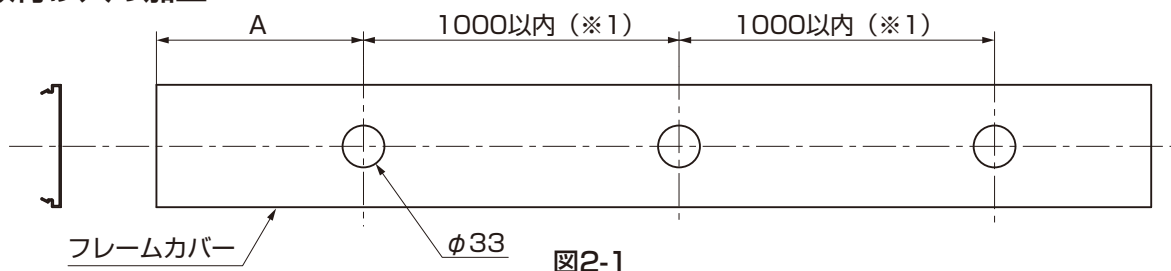

図2-1
①図2-1を参照してフレームカバーにLEDダウンライトを取付ける為の穴加工をしてください。